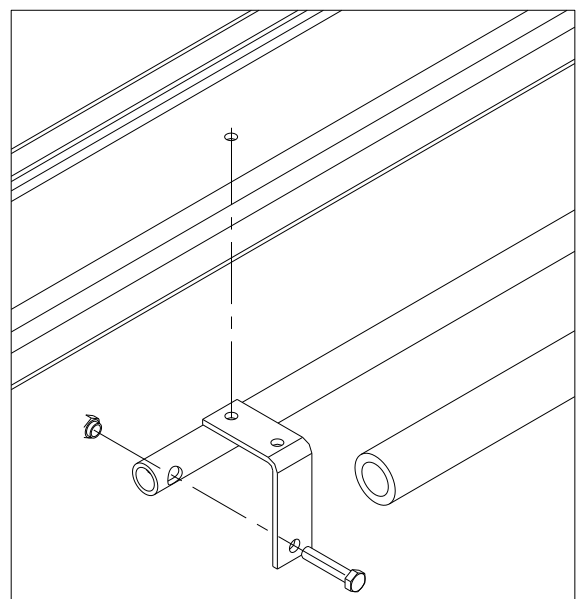
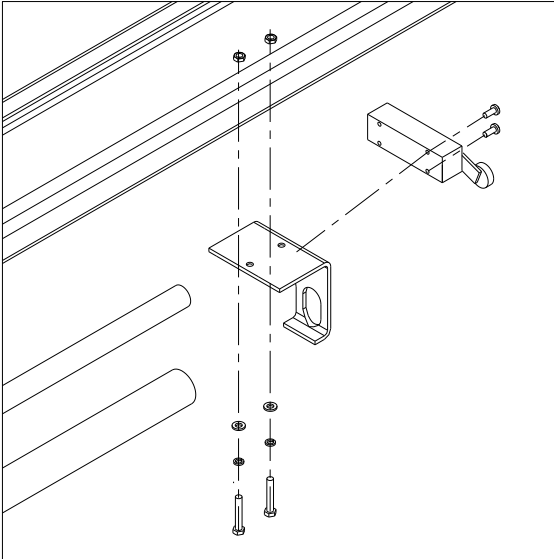

Abb. 35
Abb. 36
- ◆ Montieren Sie den Sicherheitsbügel gemäß Abb. 35 und Abb. 36.
4.4.3.4 Schließen Sie den Deckel des Elektrokastens, drehen Sie den Hauptschalter auf Position 1 und drücken Sie den Aufwärts-Druckknopf (Abb. 36), sollte die Drehrichtung des Motors der durch den Pfeil auf der Pumpe angezeigten Richtung entsprechen.
Die Aufzugsbefehle (Steuergeräte) werden als angezeigt **Abb. 36**.